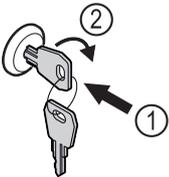

Fig. 150
- ▶ Insérer la clé Fig. 150 (1).
- ▶ Tourner la clé à 90° dans le sens horaire Fig. 150 (2).